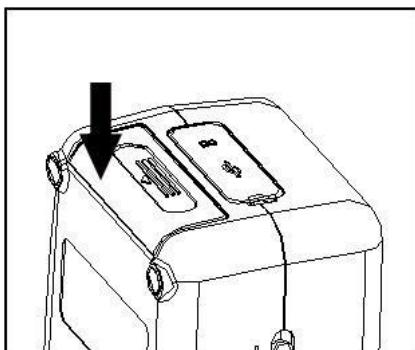

Figura 4. Montaje de la tapa de la batería
3. Siga las instrucciones de la Figura 4, presione hacia arriba para montar la batería en el compartimento.